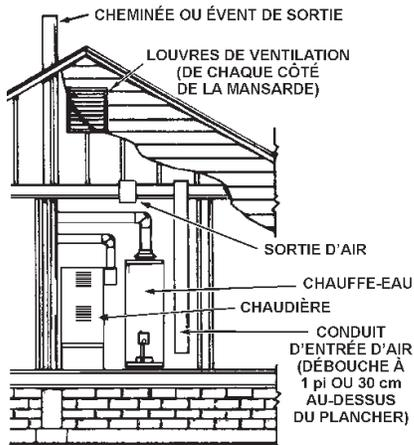

FIGURE 13
- Chaque ouverture qui communique avec l'extérieur par un conduit vertical doit comporter une surface libre d'au moins 1 po² par 4 000 Btu/h (5,5 cm²/kW) de débit calorifique nominal total de tous les appareils se trouvant dans l'enceinte (fig. 13).